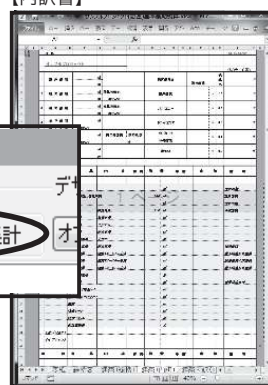

図4
4. 基本設計前期、後期、実施設計の各フェーズごとに異なる設定のセット(集計の種類)をもたせることができ、画面上のラジオボタンで切り換えることにより各フェーズに応じた集計とエクセルへの書き出しが可能となった。(図4参照)